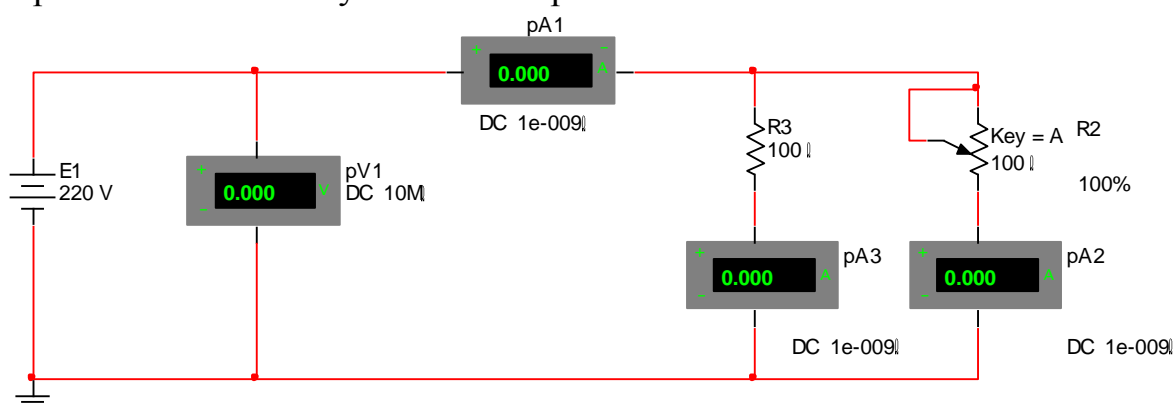

Рис. 1.5
3. Открыв файл 2.5, включите электрическую цепь по схеме рис. 1.5.